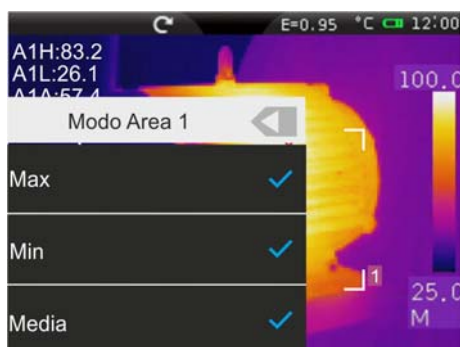

Fig. 32: Impostazioni parametri associati all'Area di misura
2. Toccare l'icona " " per selezionare le seguenti opzioni di visualizzazione sulle Aree di misura (vedere Fig. 32): **Max** (valore Massimo dei punti interni all'Area), **Min** (valore Minimo dei punti interni all'Area), **Media** (valore Medio dei punti interni all'Area). La selezione è individuata dalle icone "✓" a display